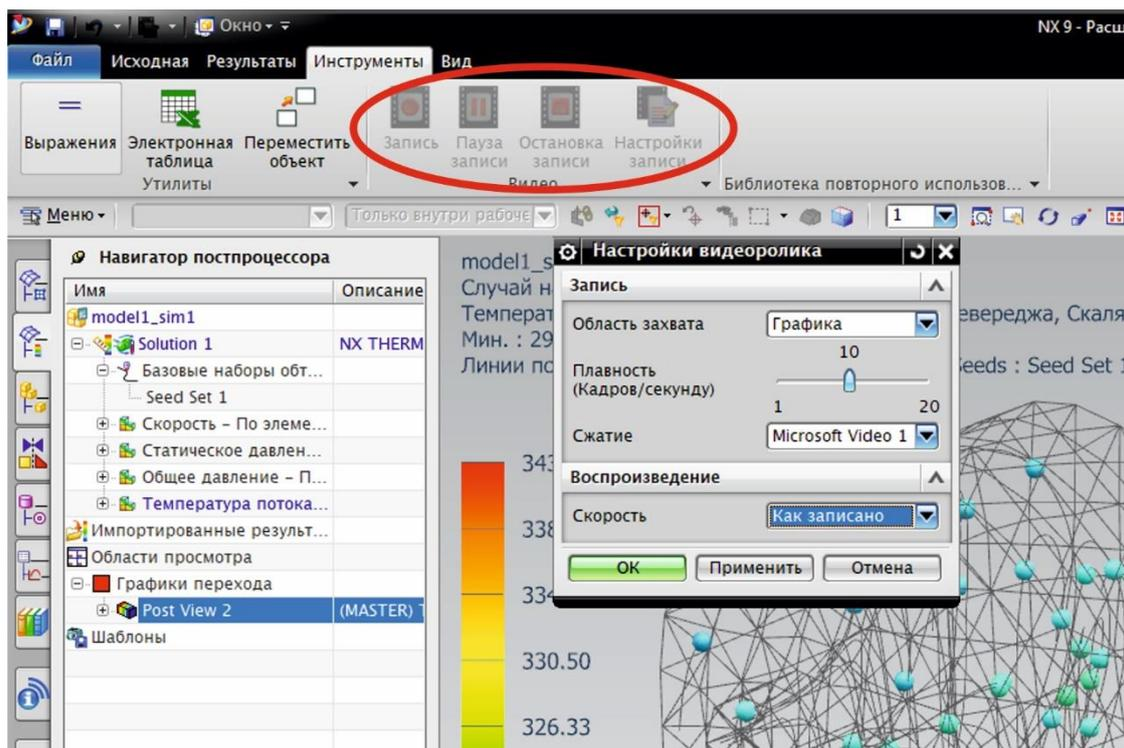

Рис. 1.27. Инструменты создания видеоролика
20. Создайте видеоролик для презентации своей работы. Необходимые кнопки для создания видеоролика находятся на вкладке «**Инструменты**» панели инструментов (рис. 1.27). Это привычные кнопки «**Запись**», «**Пауза записи**» и «**Остановка записи**». Кнопка «**Настройки записи**» открывает окно настроек, которое позволяет определить Область захвата (Графика, Окно NX, Рабочий стол), Плавность (Кадров в секунду) и Скорость воспроизведения (Очень медленно, Медленно, Как записано, Быстро, Очень быстро).